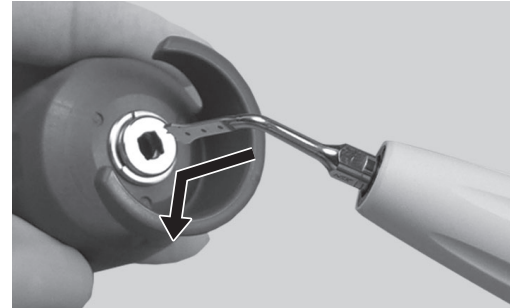

Abb. 16
- 2) Führen Sie den Aufsatz in die Öffnung des Aufsatzschlüssels ein, indem Sie die rechteckigen Profile des Aufsatzes in die entsprechende Öffnung des Aufsatzschlüssels stecken. (Abb. 16)